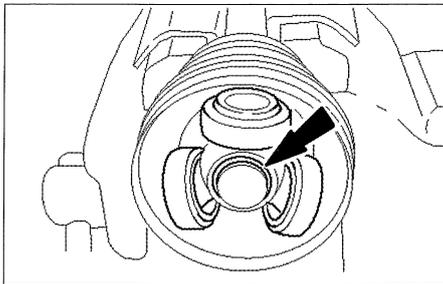

FIG. 4
- Con unos alicates apropiados, desmontar los anillos de seguridad del trípode (fig. 4).